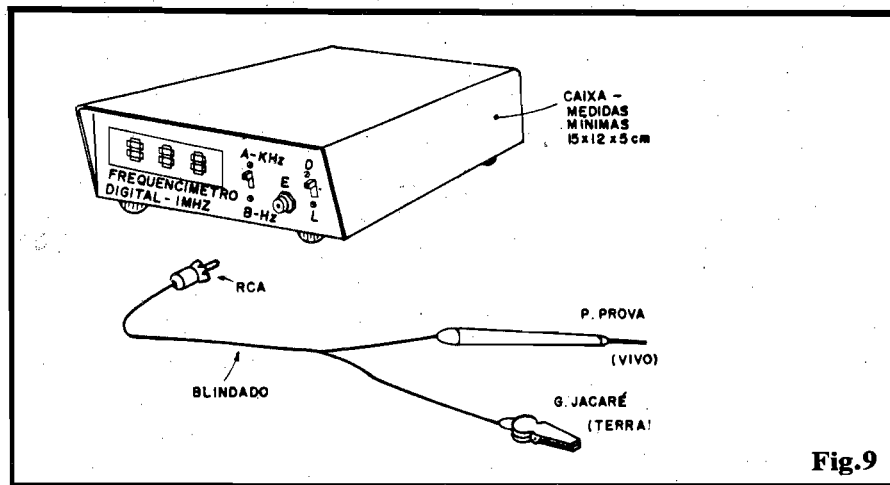

Fig.9
- **FIG. 9 - "AGASALHANDO" O FRED**... - Um bom instrumento de medição e teste, não deve ser